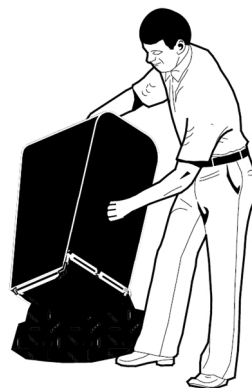

Рис. 19 Опустошение травосборника
Для очистки травосборника от скошенной травы (Рис. 19) необходимо:
5. Удалить траву из травосборника (Рис. 19).